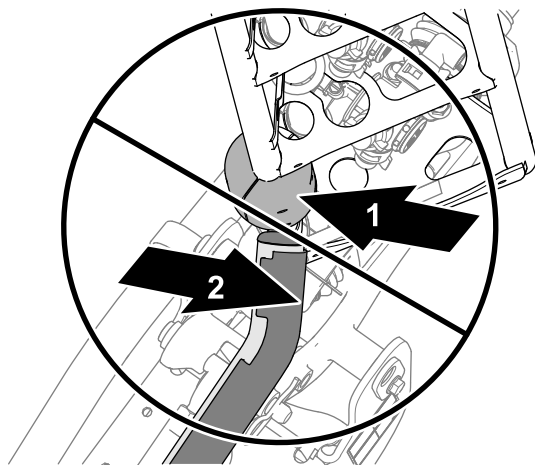
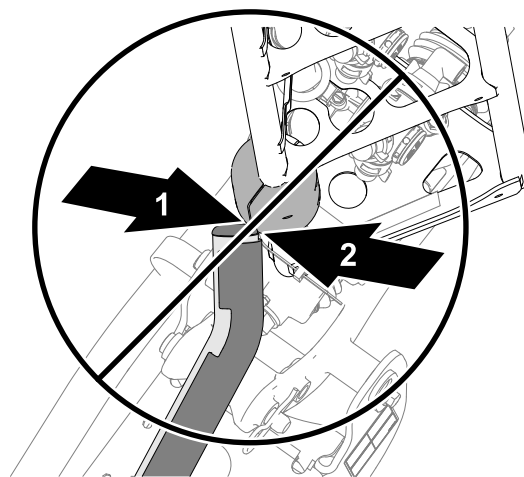
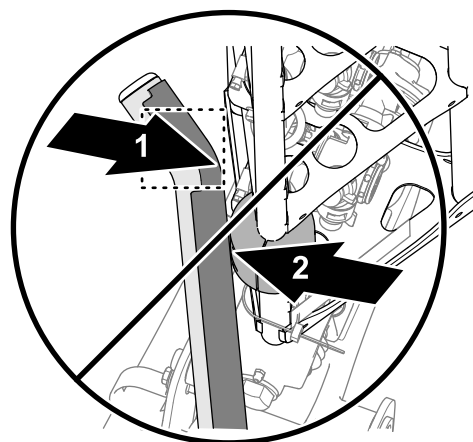

Figura 6
Figura 7
Figura 8
5. Si cualquiera de los tubos superiores está mal alineado con el tope deslizante, como se muestra en la Figura 6, la Figura 7 o la Figura 8, ajuste la posición del soporte; consulte Alineación de los soportes con los brazos exteriores (página 85).